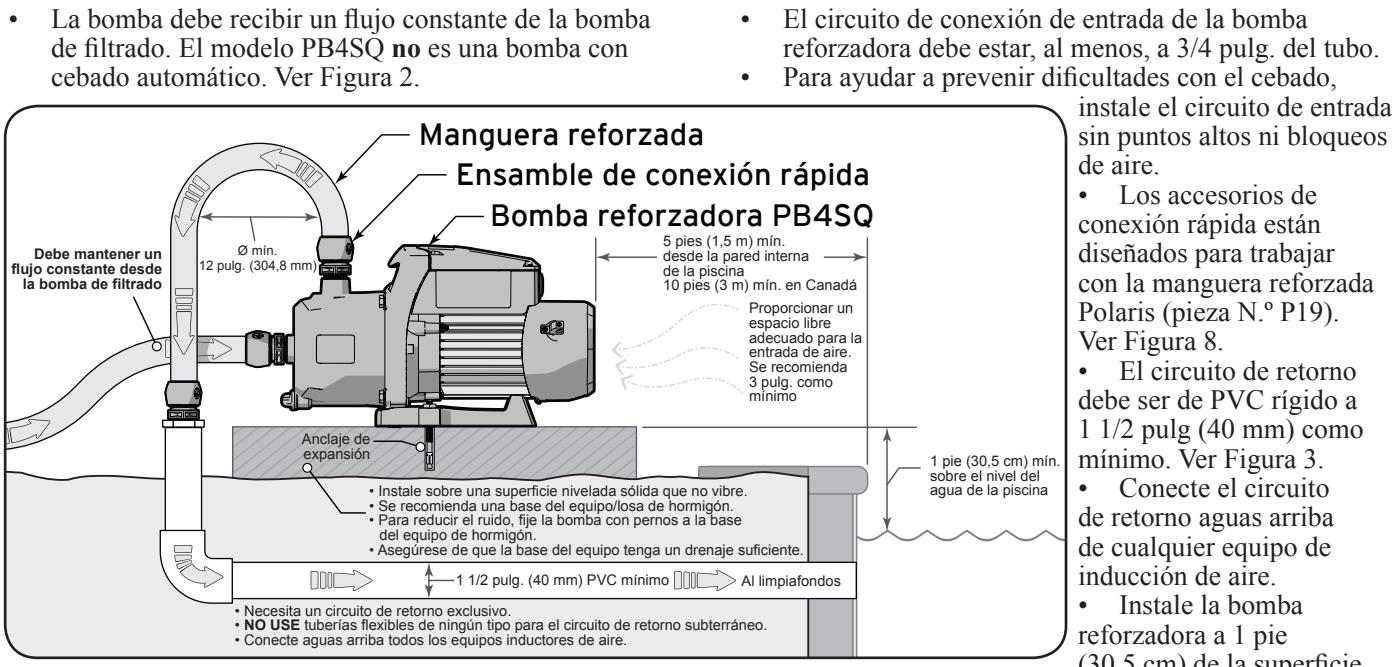

Figura 3. Requerimientos en cuanto a la ubicación
- La bomba junto con los demás equipos de circulación se deben instalar, al menos, a 5 pies (1,5 m) del borde interno de la piscina. Ver Figura 3.
- La bomba debe estar colocada sobre una base sólida que no vibre. Ver Figura 3.
- Fije la bomba con pernos a la base del equipo. Esto también tendrá el beneficio agregado de ayudar a reducir el ruido por vibración. Ver Figura 3.
del agua de la piscina. Ver Figura 3.
*Asuma que hay tres (3) conductores de cobre en un conductor enterrado y una pérdida máxima de voltaje de 3 % en un circuito derivado. Se debe cumplir con el Código Eléctrico Nacional® (NEC®) y con todos los códigos locales. La tabla muestra el tamaño mínimo del cable y las recomendaciones del fusible derivado para una instalación típica según el NEC.
2. Asegúrese de que la bomba esté instalada y bien fijada a una base sólida. Ver Figura 3.